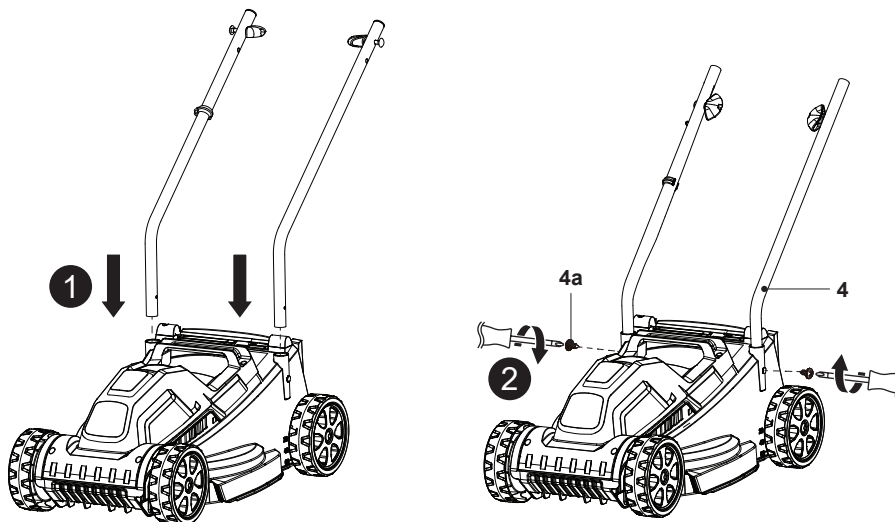

Fig. 1
1. Introdu barele mânerului inferior (4) în fantele de pe ambele părți ale carcasei mașinii de tuns iarba (fig. 1).
2. Folosește cele 2 șuruburi (4a) furnizate pentru a bloca în poziție fiecare mâner pe punte (fig. 1).